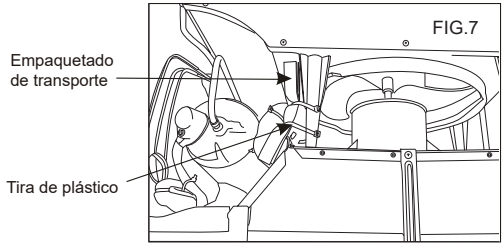

FIG.7
10. Otros modelos de alto rendimiento (28,000BTU) tienen un empaquetado interno. ESTE EMPAQUETADO Y SUS TIRAS DE PLÁSTICO DEBEN REMOVERSE ANTES DE INSTALAR DE VUELTA EL APARATO DE AIRE ACONDICIONADO EN LA CARCASA. (Vea FIG.7)